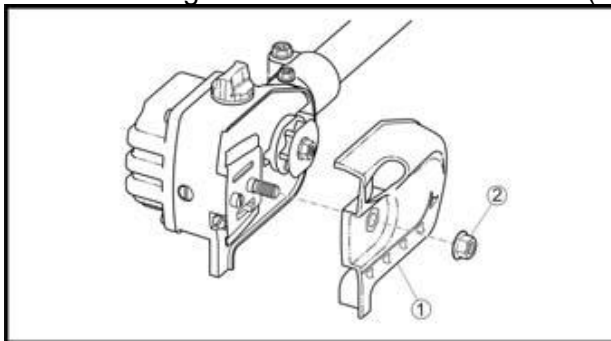

Fig. 7
5. Retirer l'écrou hexagonal de la chaîne. (Fig. 7)
6. Retirer le boîtier. (Fig. 7)